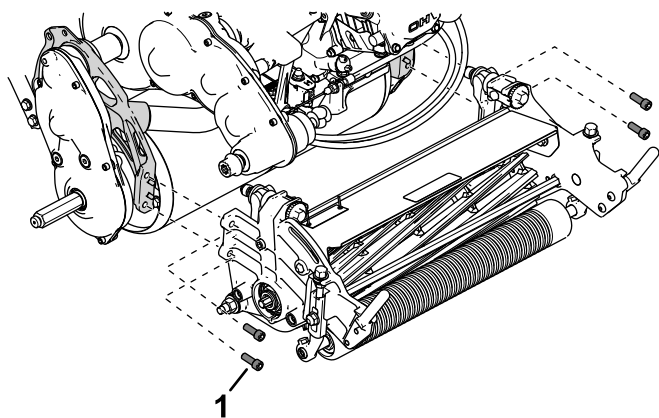

Рисунок 46
- С помощью 4 винтов с внутренним шестигранником прикрепите режущий блок к раме (Рисунок 46).